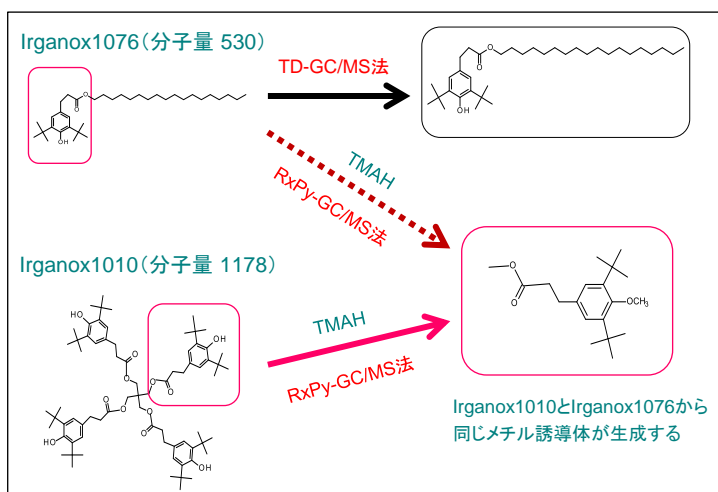

Fig. 2 Irganox1010とIrganox1076のメチル誘導体
【背景】 前報のPart 1 (PYA1-080) では、ポリマー中に添加されるフェノール系酸化防止剤、Irganox1010 (分子量1178) と Irganox1076 (分子量530) の個別分析を紹介したが、これらの添加剤は併用されることも多いため、今回、両添加剤の共存下における定量分析を検討した。前回、Irganox1076は熱脱着 (TD)-GC法により分析、Irganox1010は水酸化テトラメチルアンモニウム (TMAH) 存在下での反応熱分解 (RxPY)-GC/MS法により分析が可能であると報告した。しかしながら、ポリマー中にIrganox1010とIrganox1076の両添加剤が含有されている場合、反応熱分解法を適用すると、両添加剤から生じるメチル誘導体は、Fig. 2に示すように同一化合物であるため、定量には困難が伴う。本報では、両添加剤が共存する場合における定量分析を検討した。